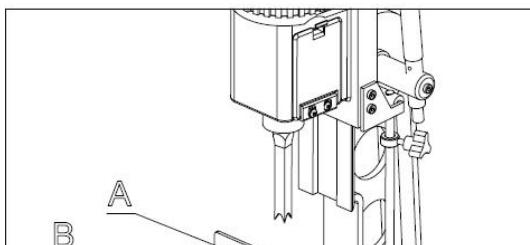

Fig. 5
Staketet (A) Fig. 5 , kan flyttas in eller ut av lossa spaken (B), skjuta staketet till önskat läge och åtdragningsspaken (B).